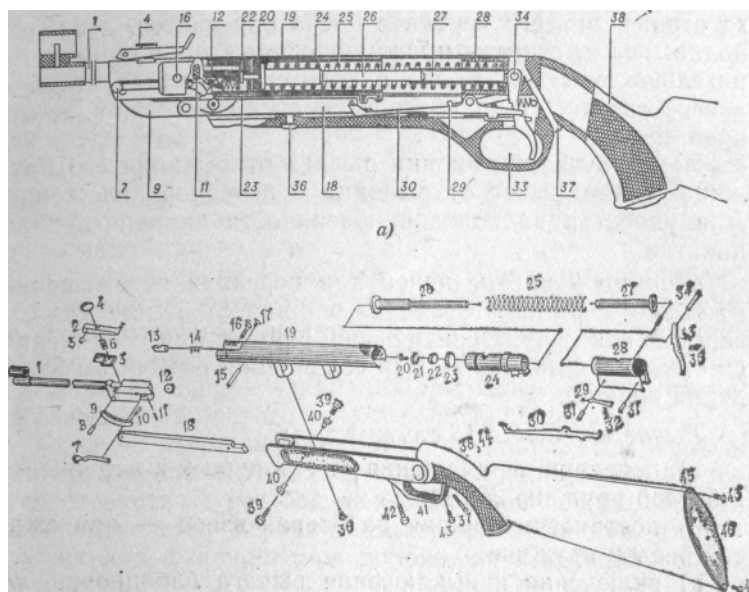

Рис. 19. Пневматическая винтовка ИЖ-38
2. НАЗНАЧЕНИЕ И УСТРОЙСТВО ОСНОВНЫХ ЧАСТЕЙ ПНЕВМАТИЧЕСКОЙ ВИНТОВКИ ИЖ-38 (ИЖ-22) (рис. 19)